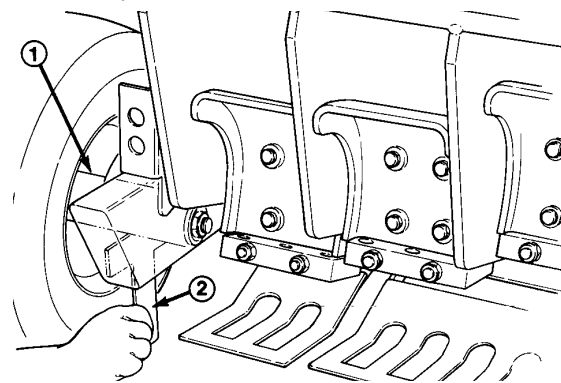

Fig. 13
- Gentag denne fremgangsmåde ved hjælp af den lange ende af højdemåleren på hver baghjulsspindel (fig. 13).
- Gentag fremgangsmåden med den lange ende af højdemåleren på hver baghjulsspindel (fig. 13).